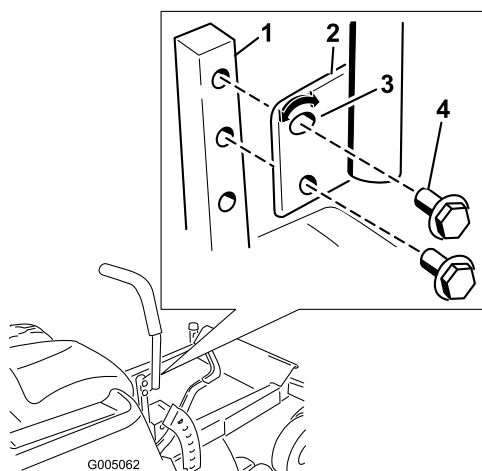

Figura 20
1. Togliete i due bulloni che fissano la leva di comando all'albero del braccio di controllo (Figura 20).
2. Spostate la leva di comando nella serie di fori successiva. Fissate la leva con i due bulloni (Figura 20)
2. Allentate il bullone inferiore appena a sufficienza per ruotare la leva di controllo in avanti o all'indietro (Figura 20). Serrate entrambi i bulloni per fissare il controllo nella nuova posizione.